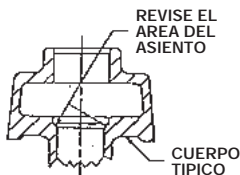

FIGURA 2
4. Inspeccione la superficie de asentamiento dentro del cuerpo de la válvula y límpiela minuciosamente. Si el asiento está dañado (corroído o mellado) o si ha ocurrido una pesada acumulación de cal, póngase en contacto con el representante de Chicago Faucet más cercano para obtener asistencia. Si no se limpian completamente las viejas superficies de asentamiento, es posible que se dañe el nuevo cartucho MVP™ y se produzca una situación de goteo o pérdida constante de agua. (Figura 2)